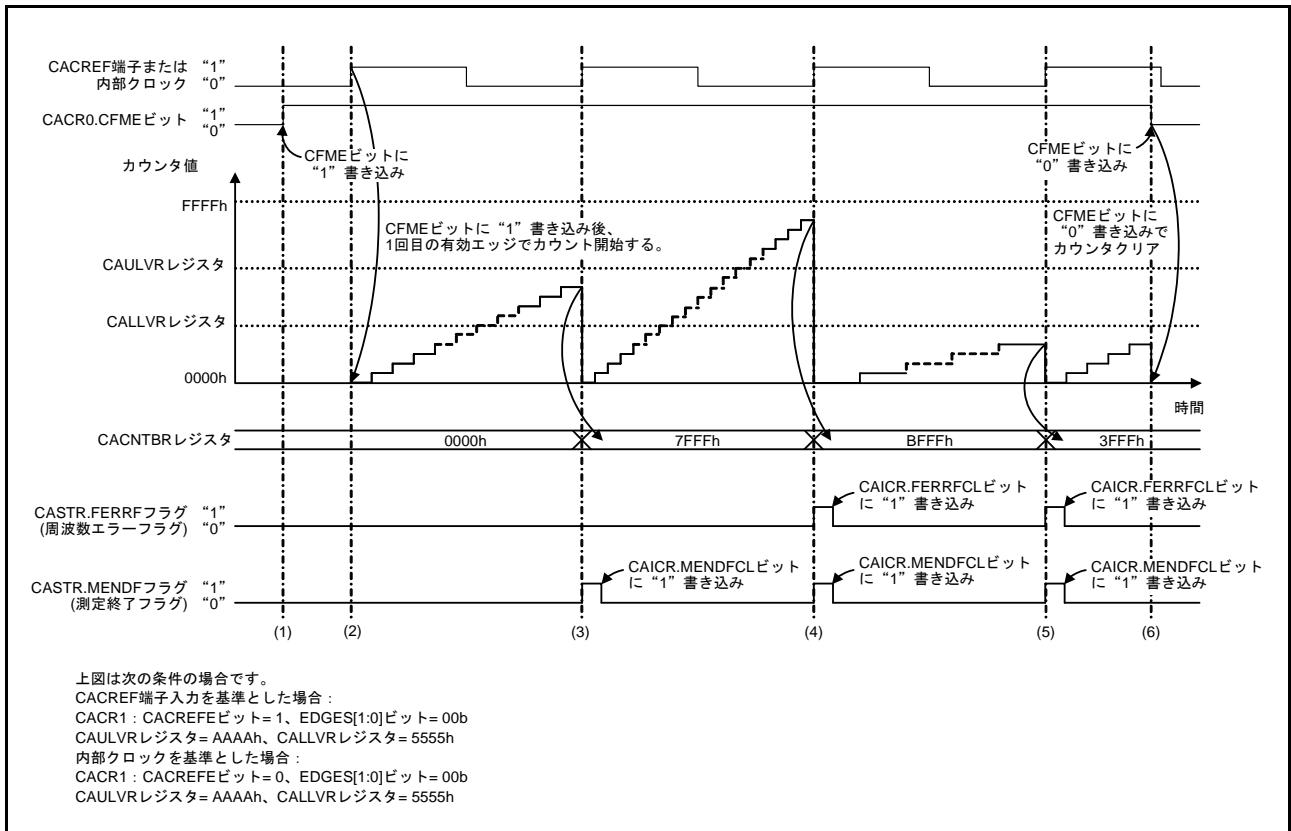

図 10.2 クロック周波数精度測定回路の動作例
クロック周波数精度測定回路は、CACREF 端子入力または内部クロックを基準にクロック周波数を測定します。図 10.2 にクロック周波数精度測定回路の動作例を示します。
- (2) CACREF 端子入力を基準とした場合は、CFME ビットに “1” を書き込み後、CACREF 端子から CACR1.EDGES[1:0] ビットで選択した有効エッジ (図 10.2 では立ち上がりエッジ (CACR1.EDGES[1:0] ビット = 00b)) が入力されるとタイマのカウントアップが開始されます。
内部クロックを基準とした場合は、CFME ビットに “1” を書き込み後、CACR2.RSCS[2:0] ビットで選択したクロックソースを元に CACR1.EDGES[1:0] ビットで選択した有効エッジ (図 10.2 では立ち上がりエッジ (CACR1.EDGES[1:0] ビット = 00b)) が入力されるとタイマのカウントアップが開始されます。